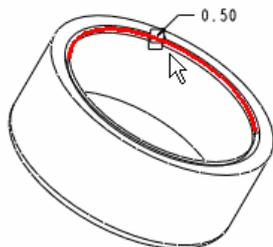

图 35-10
- (3) 选择瓶盖底端内边线建立倒角，如图 35-10 所示。